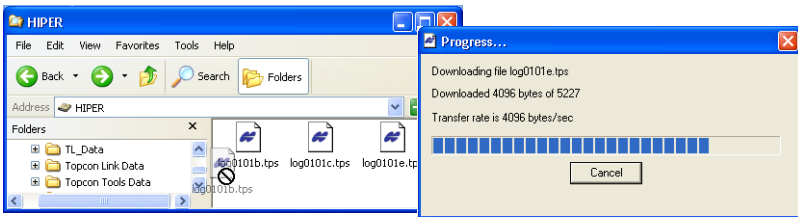

Figura 5-4. Inicio de la Importación de Archivos desde el Receptor de TPS/
8. Para importar el(los) archivo(s) del receptor a una carpeta, selecciónelo(s) y cópielo(s) a la carpeta empleando el método arrastrar y soltar (Figura 5-4).